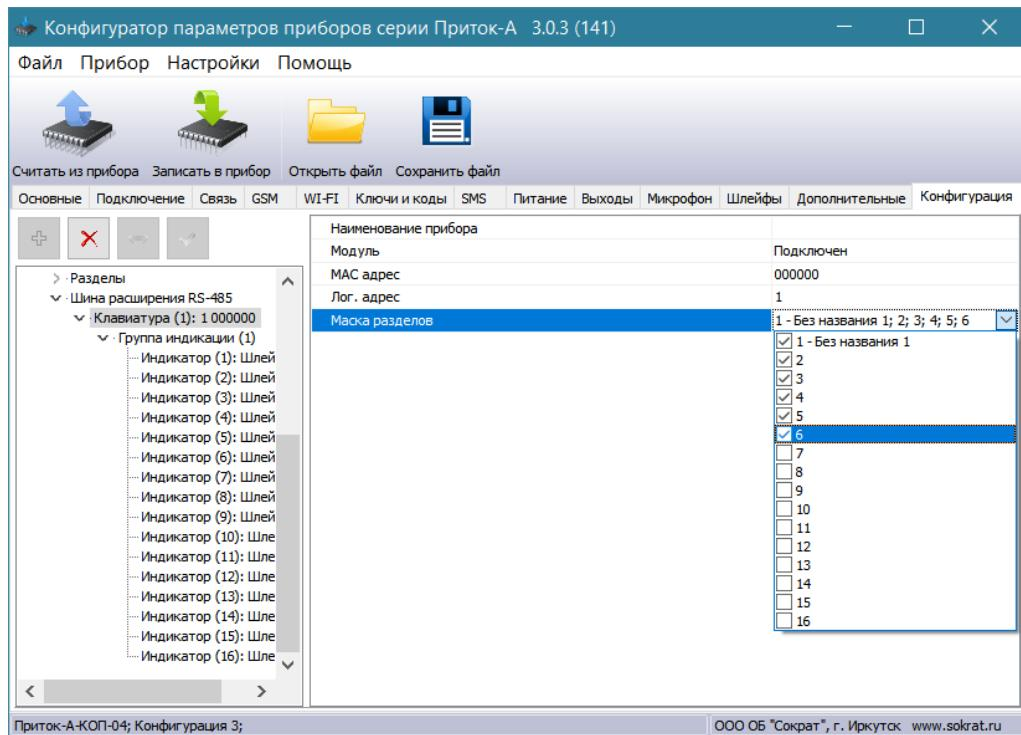

Рисунок 7
- Выделите курсором клавиатуру. В правом окне в выпадающем меню пункта «**Маска разделов**» отметьте разделы, которые вы хотите назначить для этой клавиатуры (см. Рисунок 7);